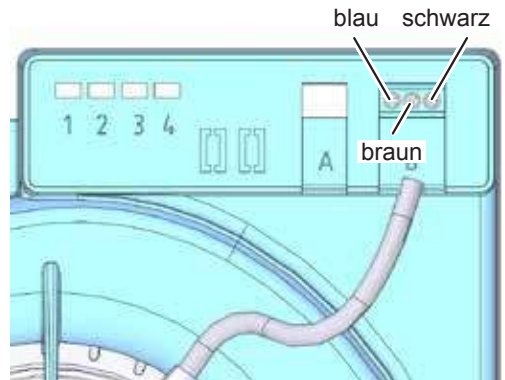

Abb. 19: Motorleitungen anschließen
- ▶ Befestigen Sie die Motorleitungen an der Anschlussklemme der Steuerplatine (siehe Abb. 19).